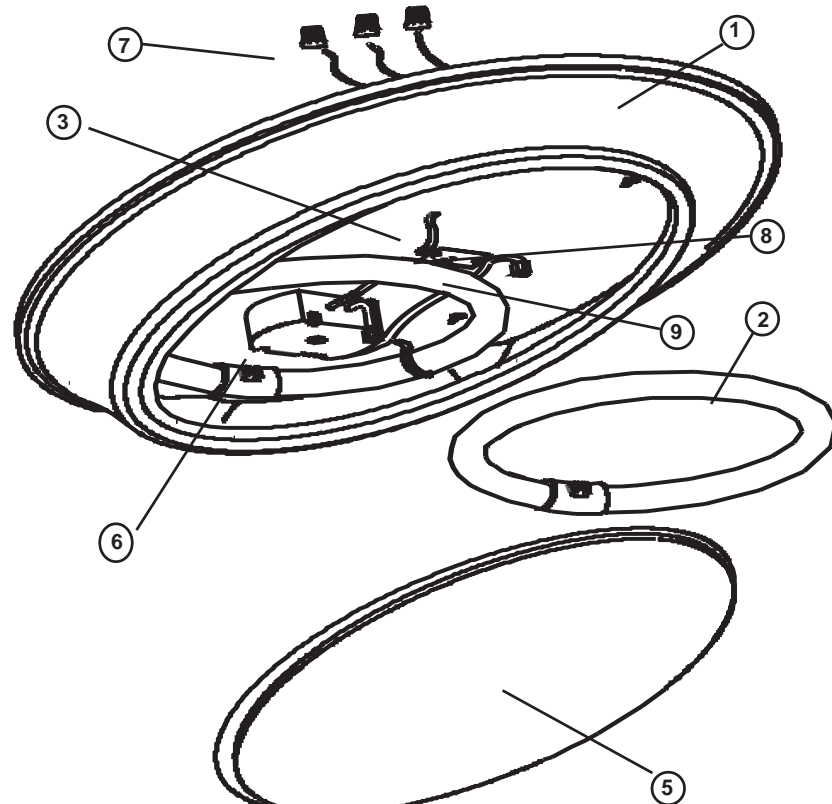

Figure 1
- Carefully remove fixture components and parts pack(s). Check that all parts are included. See Fig. 1.
- Saque con cuidado los componentes del luminario y el (los) paquete (s) de piezas. Verifique que todas piezas estén incluidas. Vea Fig. 1.
- Con las clavijas de la lámpara mirando hacia abajo, conecte el conector de suministro del balastro al receptáculo de suministro de la lámpara. Coloque la lámpara sobre las dos grapas de lámpara (3), y suavemente empuje la lámpara sobre la tercera grapa mientras tirando la grapa ligeramente hacia atrás.
- Centre el Difusor (5) sobre el Ensamblaje del Luminario (1) y empuje hacia arriba para enganchar el borde del Difusor sobre las Grapas del Difusor. Tire suavemente en el difusor para asegurar que la grapa este apropiadamente enganchada.